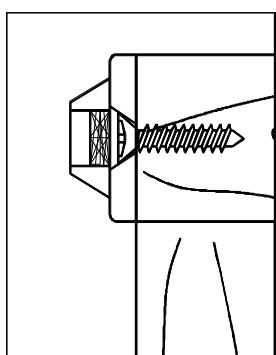

Figura 1
- Utilice una mecha 3/32" para taladrar agujeros piloto en el mueble en las "marcas para tornillos". Utilice DOS tornillos cortos para asegurar la abrazadera del mueble. Esta abrazadera puede colocarse en posición horizontal o vertical como sea necesario (vea la figura 1).